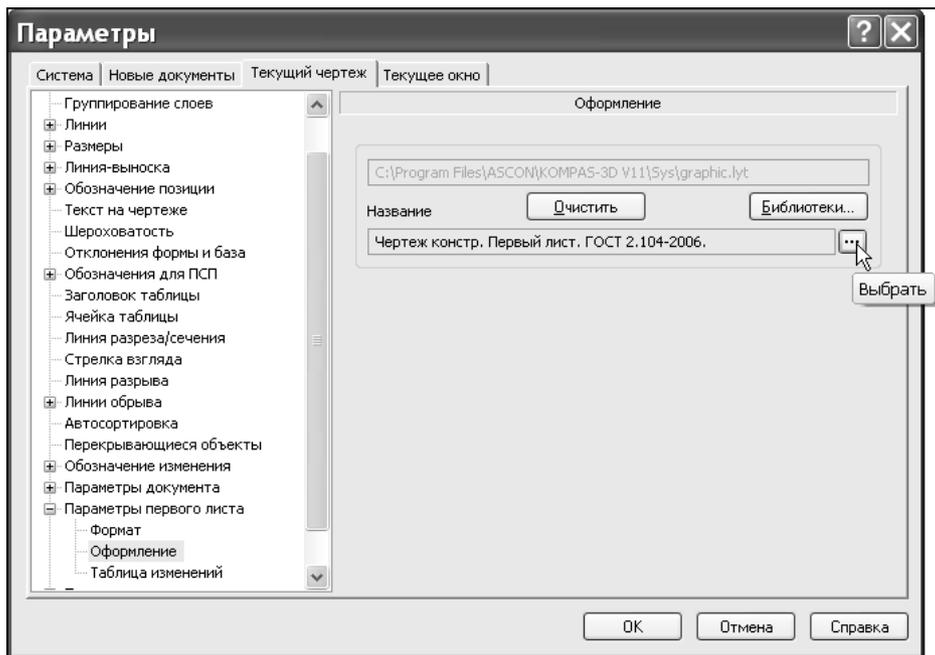

Рис. 9.83. Диалоговое окно Параметры
1. Создайте файл типа **Чертеж**. Раскройте меню **Сервис | Параметры | Текущий чертеж | Параметры первого листа | Оформление** и в правой части диалогового окна нажмите кнопку **Выбрать** (рис. 9.83).